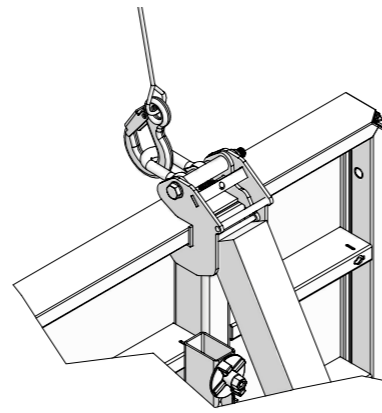

Abb. 6
- Das Lösen des Kranhakens von der Schalung muss von einem sicheren Arbeitsplatz aus erfolgen. Hier verwenden Sie eine Verlängerung z.B. Kantholz, um den Klemmbügel zu öffnen (Abb. 6).